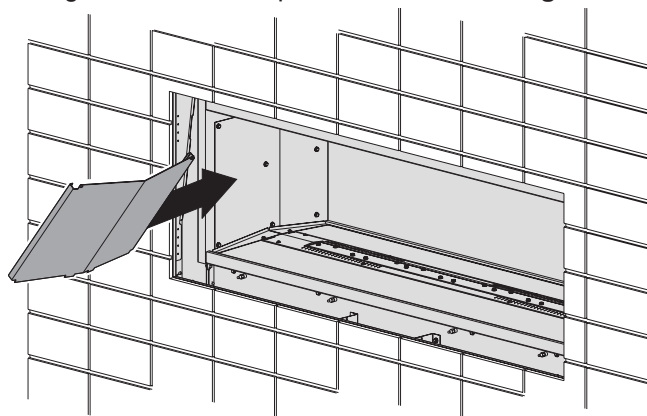

Figure 1
1. Insérer les languettes du panneau gauche dans les fentes du plancher de l'âtre comme montré aux **Figures 1 et 2**.